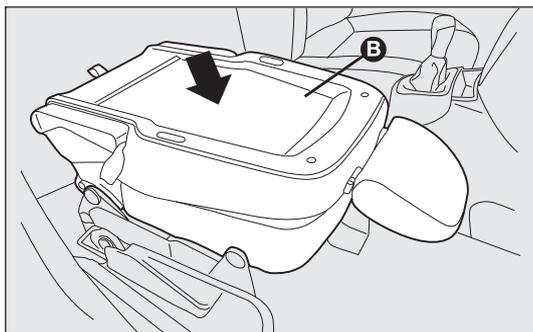

fig. 23
- agir ensuite sur le dossier B-fig. 23 en l'appuyant vers le bas : le siège est ainsi totalement replié sur lui-même dans la position « en tablette » ;